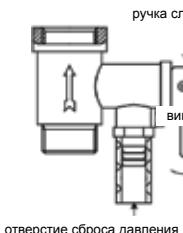

Рис. 11
- На входной патрубок обозначенный голубым цветом и стрелкой направления течения воды накрутите предохранительный клапан так, чтобы течение воды совпадало с направлением стрелки на корпусе клапана. На отверстие сброса давления предохранительного клапана (см. рис. 11) оденьте дренажную трубку* для отвода воды (возможно появление при нагревании) в канализацию.
6. Чтобы правильно слить воду из внутреннего бака, надо воспользоваться сливным отверстием (только для серии FSL2) (надо открутить заглушку, закрывающую сливное отверстие), также воду можно слить через обратный предохранительный клапан (открутить сливной винт обратного предохранительного клапана и перевести ручку слива в верхнее положение, при этом кран выхода горячей воды должен быть открыт, а кран подачи холодной воды в водонагреватель должен быть перекрыт) (смотри рис. 11). Никогда не сливайте воду, если ее температура выше 50°C, т.к. это может привести к ожогам.